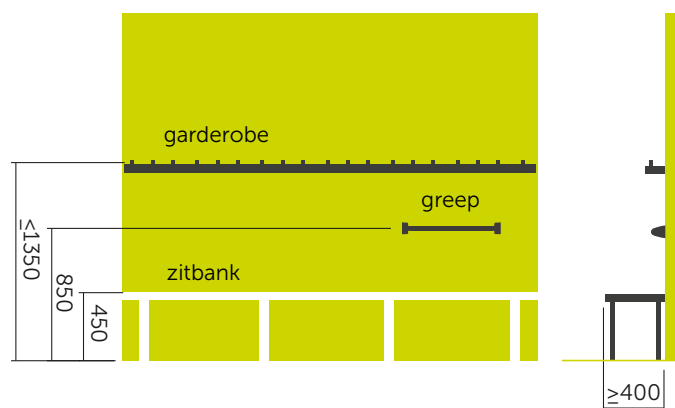

fig 30 De optimale maatvoering van een zitbank, een toegankelijke garderobe en een greep voor extra houvast.
- Zitbanken met zithoogte 450 - 500 mm. (fig 30)
- Zitbanken met zitdiepte ≥ 400 mm. (fig 30)
- Horizontale greep of grepen op 850 mm hoogte, eventueel aangevuld met verticale grepen geven meer houvast bij opstaan en gaan zitten. (fig 30) Zie ook pagina 19.